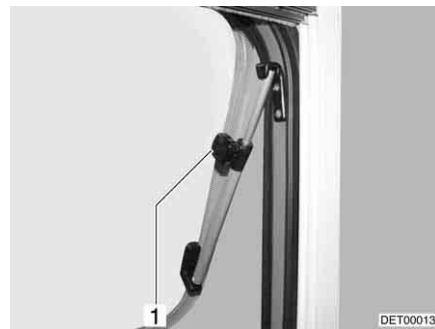

Fig. 97 Oblò con deflettori a rotazione, aperto
- Aprire l'oblò fino alla posizione desiderata e fissarlo mediante il pomello zigrinato (Fig. 97,1).
- Ruotare il pomello zigrinato (Fig. 97,1) fino a che l'arresto viene sbloccato.